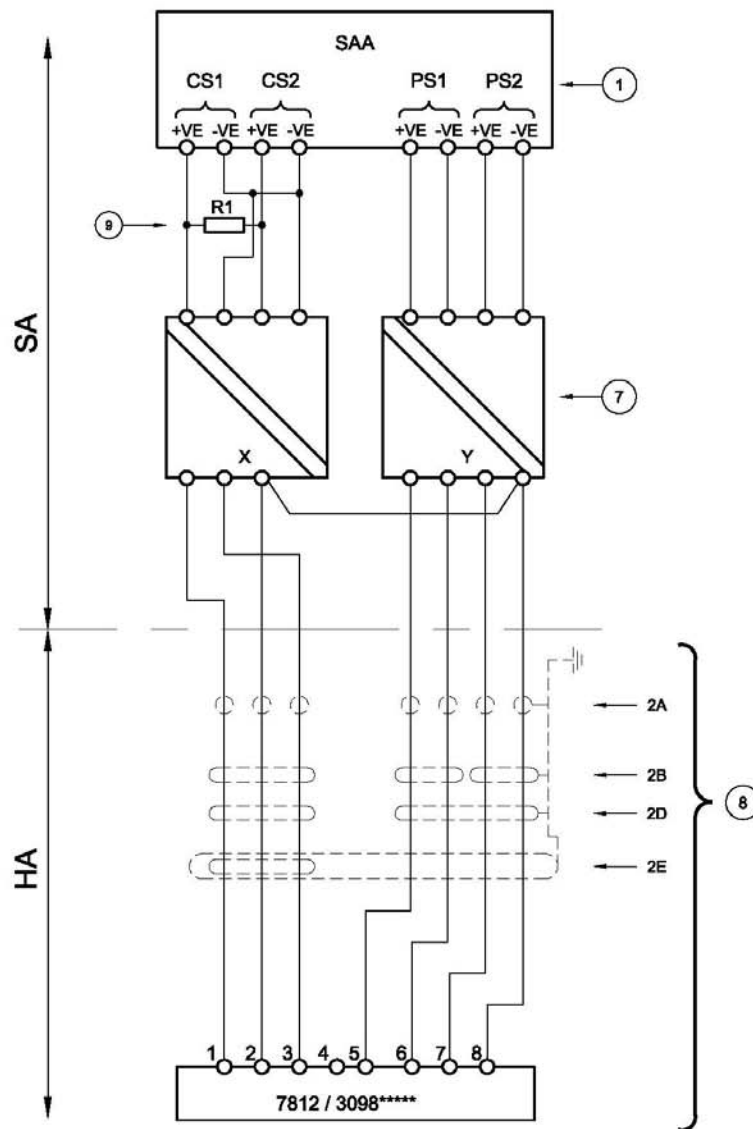

FIG 3
- Figure 3 - Câblage système pour interfaces d'isolement trifilaires